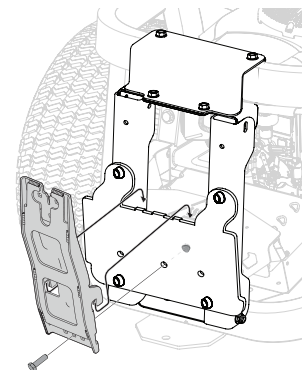

Figura 10
2. Instale el soporte vertical de la embolsadora (683-04519C) en el conjunto de montaje sobre el tractor enganchándolo encima del conjunto de montaje tal como se muestra en la Figura 10.
3. Fije el soporte vertical de la embolsadora al conjunto de montaje con un perno hexagonal (710-06154B) del paquete de herrajes 689-02619. Consulte la Figura 10.